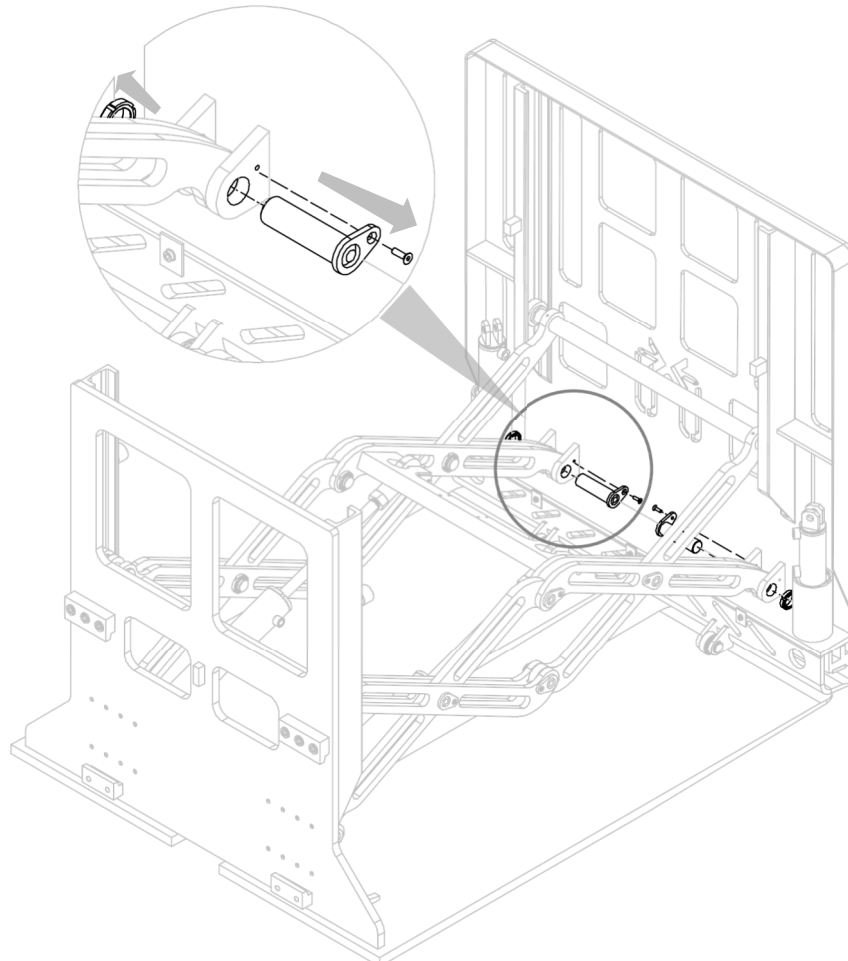

Figura 18
2. Extraer los pernos (con los tornillos y tuercas correspondientes) indicados en la *Figura 18*.